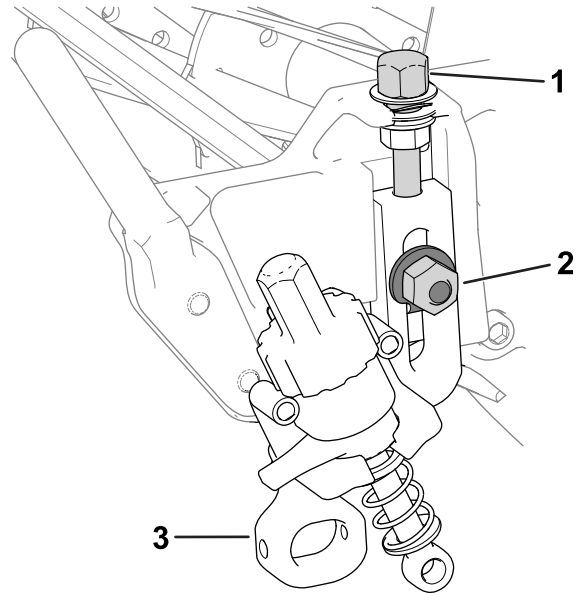

图 11
1. 将之前卸下的剪草高度调节螺丝旋入剪草高度组件的顶部 图 11。
2. 用先前卸下的防松螺栓、螺母和专用垫圈将剪草高度组件安装到滚刀组侧板 图 11。